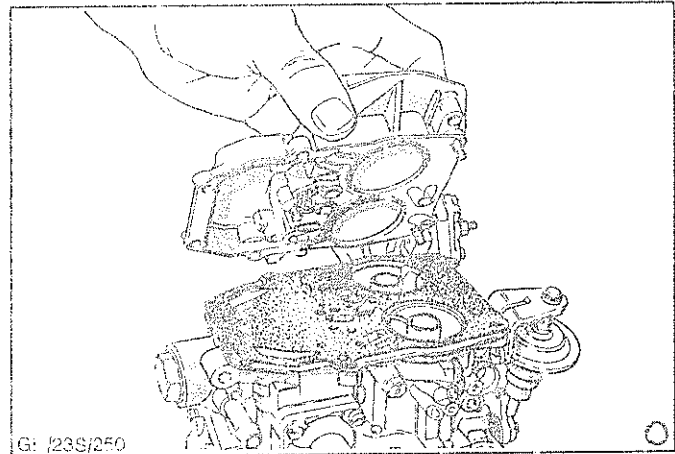

Abb.45 Abbauen des Vergaserdeckels
5. Schrauben (7) entfernen, Verbindungsstange der Startautomatik aushängen und Vergaserdeckel abheben, Abb.45.